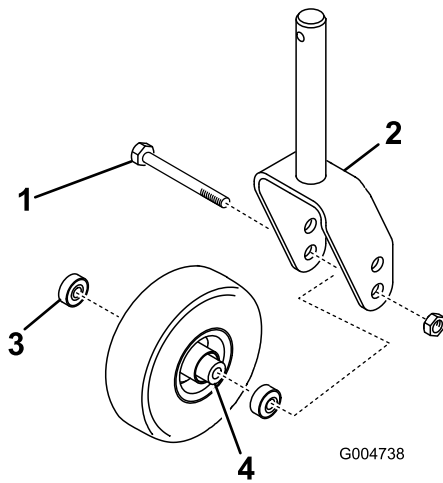
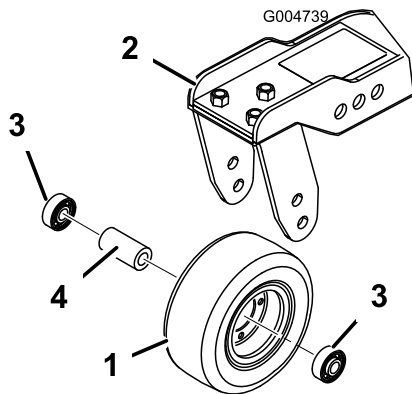

Figura 105
Figura 106
1. Retire la contratuerca del perno que sujeta el conjunto de la rueda giratoria entre la horquilla (Figura 105) o al brazo de pivote (Figura 106).
2. Retire el cojinete de la rueda y deje que se caiga el suplemento del cojinete (Figura 105 y Figura 106).